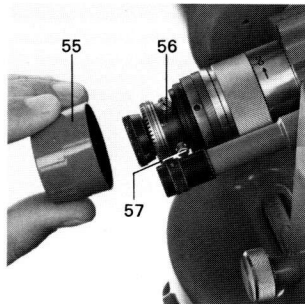

Bild 27 Justierung des Ziellinienfehlers
Vor dem Justieren ist die Schutzkappe (55), bzw. die Fokussierhülse, durch Linksdrehen abzuschrauben (Bild 27). Dann stellt man mit dem Seitentrieb den Vertikalfaden in Lage I von E auf F ( $EF = \frac{1}{4} \cdot DE$ ) und kippt darauf das Fernrohr in Lage II. Steht der Vertikalfaden jetzt links des Zielpunktes B, so löst man mit dem Justierstift (im Heft des Schraubenziehers) die Justierschraube (56), links des Fernrohrkulars, um einen geringen Betrag, zieht die rechte Schraube (57) um den gleichen Betrag an und kontrolliert die Wirkung im Fernrohr. So korrigiert man schrittweise, bis sich Vertikalfaden und Zielpunkt wieder decken. Jedes übermäßige Anziehen der Schrauben ist zu vermeiden. Anschliessend wiederholt man zur Kontrolle die Prüfung und schraubt die Schutzkappe wieder auf.